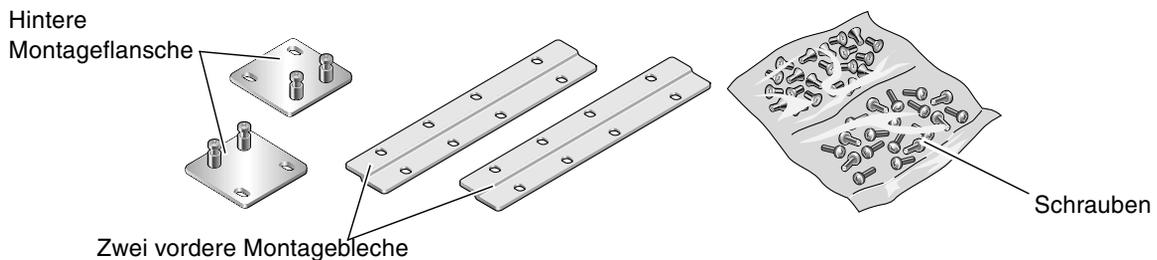

ABBILDUNG 3-17 Inhalt des Montagesatzes für den Festeinbau in ein 600-mm-Rack mit vier Stützen
6. Nehmen Sie die 600 mm langen vorderen Montagebleche aus dem Montagesatz (ABBILDUNG 3-17).
10. Nehmen Sie die hinteren Montageflansche aus dem Montagesatz (ABBILDUNG 3-17).